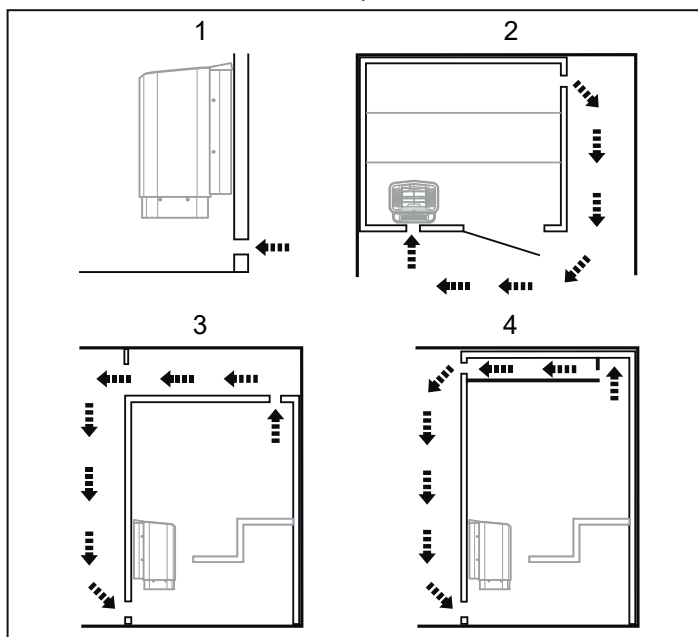

Figure 7 : Positionnement des bouches d'entrée et de sortie d'air
- le plus loin possible de l'entrée d'air, en diagonale (voir figure 7).
- en hauteur sur la cloison, ou au plafond (voir figure 7).